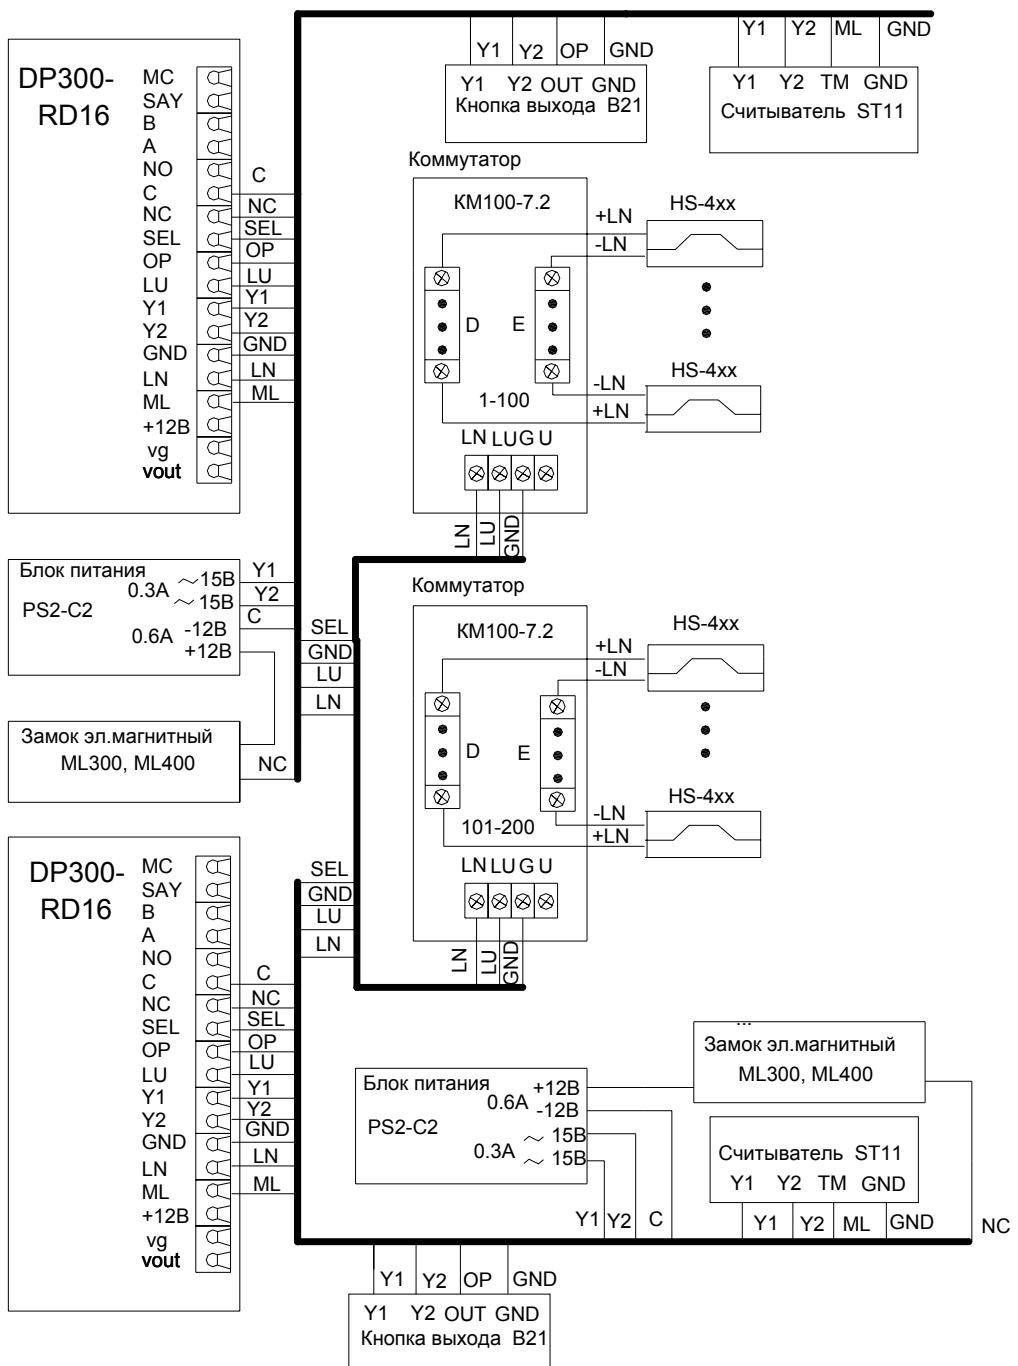

Рис.3 Пример схемы подключения DP300-RD16 в составе домофонного комплекса.
- "занято" – показывает, что разговорная линия занята другим блоком вызова, параллельно подключенному к данному блоку вызова (см.рис. 3)
Блок вызова соединяется с остальными блоками системы согласно приведенной монтажной схеме (рис.3).
Блок питания подключается к замку и блоку вызова согласно приведенной монтажной схеме (рис.3). Блок питания и коммутатор имеют специальные клеммные колодки для подключения проводов с соответствующими обозначениями. Для подключения блока питания к сети 220 В **обязательно(!)** должна быть установлена розетка.
С абонентскими пультами коммутатор соединяется согласно приведенной монтажной схеме (рис.3) по двум десятипроводным шинам, проложенным в стояке
Пульт подключается к соответствующим проводам (клемма «+» пульта к шине десятков D0..D9 коммутатора, клемма «-» к шине единиц E0..E9 коммутатора). Схема соединений блоков комплекса приведена на рис.3.
Электромагнитный замок подключается к блоку питания и к блоку вызова согласно схеме на рис.3. Цепи коммутации электромагнитного замка в блоке вызова содержат схему размагничивания. При подключении следует соблюдать полярность напряжения, указанную на схеме, во избежание выхода из строя блока вызова.